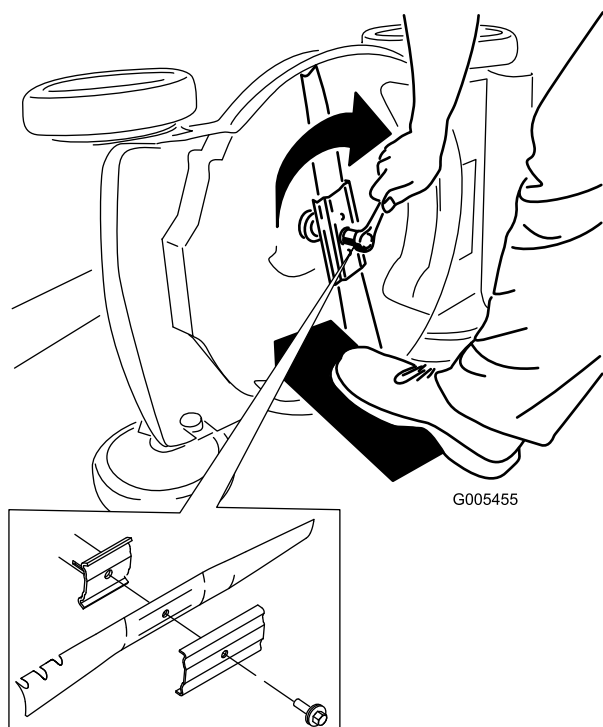

Рисунок 26
5. Установите новый нож, закрепив все крепежные детали (Рисунок 26).